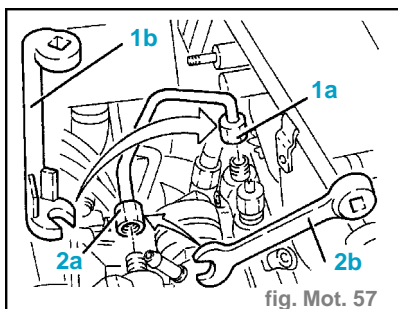

fig. Mot. 57
- Détacher du tube collecteur de retour du combustible le tube de retour (2) de la pompe de pression.
- Détacher le tube d'entrée du combustible (4) de la pompe de pression.
- Dévisser l'embout (1a) côté collecteur tuyau de la pompe de pression vers collecteur du combustible avec l'outil (1b) 1.870.672.000. (fig.Mot. 57)
- Monter le tuyau de la pompe de pression vers le collecteur du combustible et le fixer avec l'embout (2a) côté pompe de pression au couple prescrit avec l'outil (1b). (fig. Mot.57)